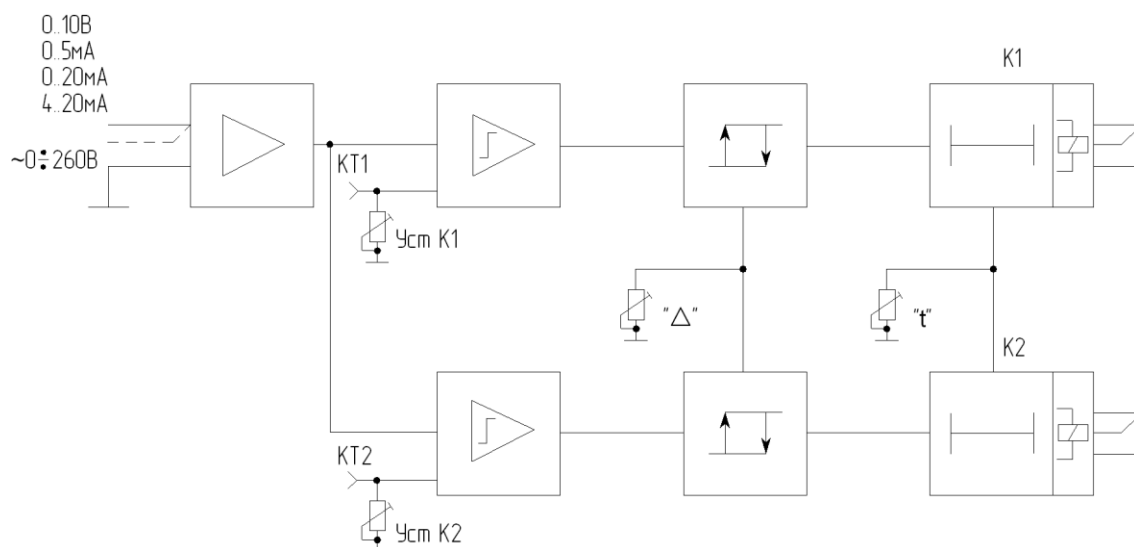

Рисунок 1.4.2 – Функціональна схема АК-1
1.4.5 Функції, що виконуються (див. рис. 1.4.2):